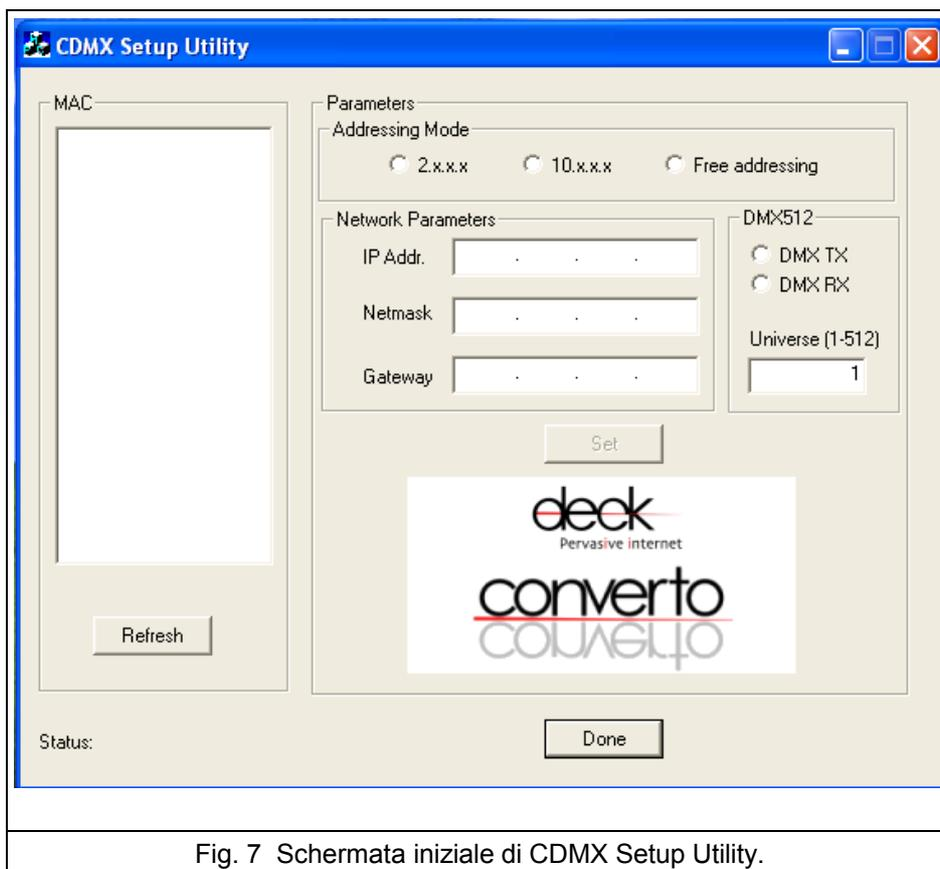

Fig. 7 Schermata iniziale di CDMX Setup Utility.
a) In fig. 7 è riportata la schermata iniziale visibile all'avvio dell'Utility.